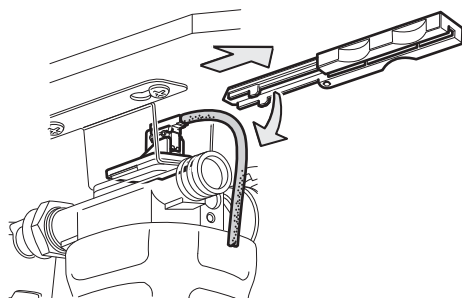

Bild 10
- ▶ Dra ut monteringshjälpen om kabeln hänger fritt. Givaren sitter kvar i hållaren. (Bild 10).